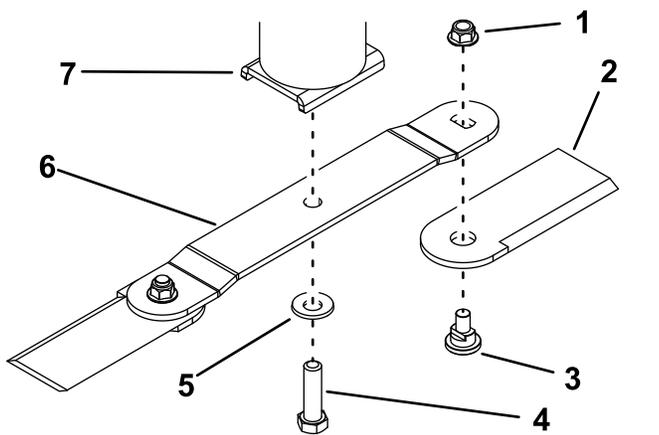

Рисунок 38
2. Выверните болт ножа, снимите изогнутую шайбу и нож с крепления ножа в нижней части чаши шпинделя в сборе (Рисунок 38).
Если нож не сбалансирован, удалите некоторое количество металла только с задней стороны ножа (противоположной режущей кромке) (Рисунок 38).
- Прикрепите нож к чаше шпинделя в сборе с помощью болта ножа и изогнутой шайбы (Рисунок 38).
ножа с помощью болта и новой гайки для каждого шарнирного ножа (Рисунок 38). Затяните гайку с моментом от 103 до 127 Н·м.